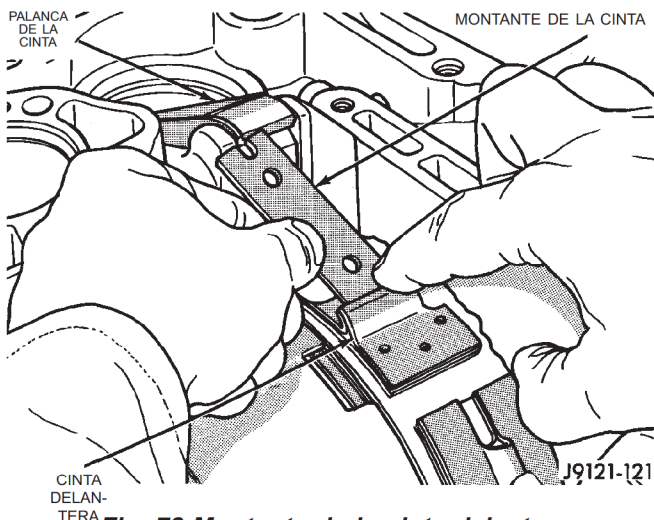

Fig. 78 Montante de la cinta delantera
(17) Apriete la cinta delantera y retire el montante de la cinta (Fig. 78).